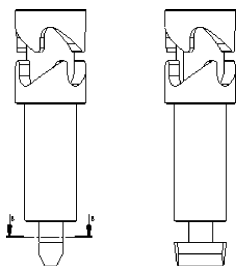

图 7-112 创建剖视图
STEP 3 如图 7-112 所示，在标准视图的下端绘制直线，并单击“剖面视图”按钮，按住〈Ctrl〉键拖动创建剖面视图。